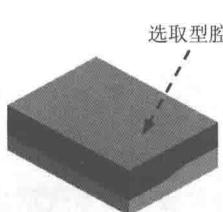

图 1.17 选取移动对象
Step1. 切换窗口。选择下拉菜单**窗口①** → **fancy\_soap\_box\_top\_000.prt**命令，切换到总装配文件窗口；然后单击“装配导航器”按钮，在系统弹出的“装配导航器”面板中选择**fancy\_soap\_box\_top\_000.prt**命令并右击，在系统弹出的快捷菜单中选择**设为工作部件**命令。
(1) 创建爆炸图。选择下拉菜单**装配①** → **爆炸图②** → **新建爆炸图③...**命令，系统弹出“新建爆炸图”对话框，采用系统默认的名称，单击**确定**按钮。
(2) 编辑爆炸图。选择下拉菜单**装配①** → **爆炸图②** → **编辑爆炸图③...**命令，系统弹出“编辑爆炸图”对话框；选取如图1.17所示的型腔为移动对象；选中 **移动对象**单选